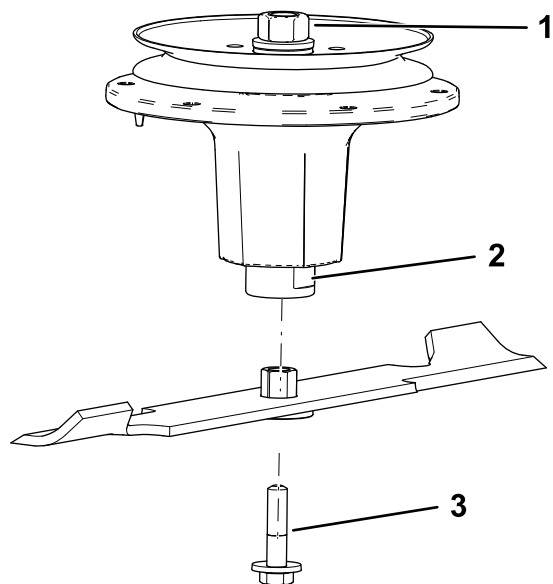

**Figura 73**
- Instale el casquillo a través de la cuchilla con la brida del casquillo en el lado inferior (lado del césped) de la cuchilla (Figura 73).